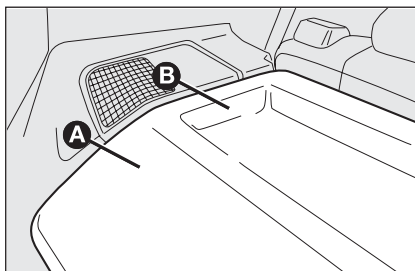
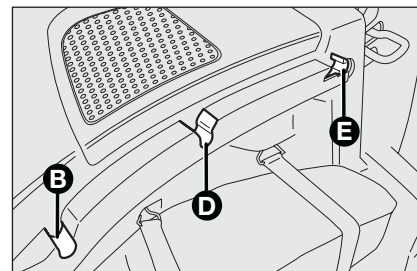
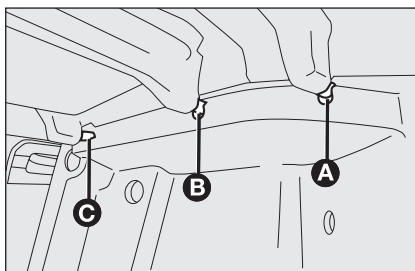

fig. 74
fig. 76
fig. 75
- ouvrir le hayon de coffre à bagages et soulever la partie AV **A-fig. 74**, en décrochant l'axe **A-fig. 75** de son siège **B-fig. 76**;
- soulever la partie AR **B-fig. 74**, en décrochant les axes **B** et **C-fig. 75** de leurs sièges **D** et **E-fig. 76**;